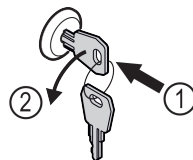

Fig. 179
- ▶ Dugja be a kulcsot. Fig. 179 (1)
- ▶ Forgassa el a kulcsot 90°-kal az óramutató járásával ellenkező irányba. Fig. 179 (2)